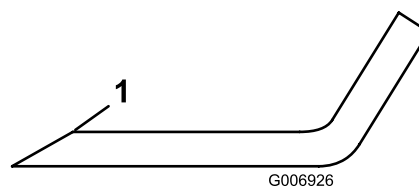

Figure 16
3. Examinez les tranchants de toutes les lames. affûtez-les s'ils sont émoussés ou ébréchés. N'affûtez que le haut du tranchant et conservez l'angle de coupe d'origine pour obtenir une coupe nette (Figure 16). Limez la même quantité de métal sur chacun des deux tranchants pour ne pas déséquilibrer la lame.